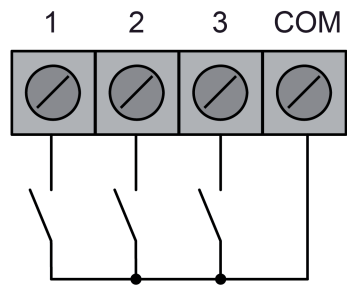

Bild 3: Anschluss potenzialfreier Kontakte an die Nebenstelleneingänge
- (3) Steckachse für Drehrad mit Drucktaste (Inkrementalgeber)
- (4) Anschlussklemmen für Nebenstelleneingänge
- (5) KNX-Busanschluss
- (6) Gerät mit Tragplatte
- (7) Design-Rahmen (Zubehör)
- (8) Design-Zentralplatte (Zubehör)
- (9) Design-Einstellknopf (Zubehör)
- KNX-Busleitung mit Anschlussklemme an Busanschluss (5) anschließen.
- Optional potentialfreie Kontakte an die Nebenstelleneingänge (4) anschließen (Bild 3).